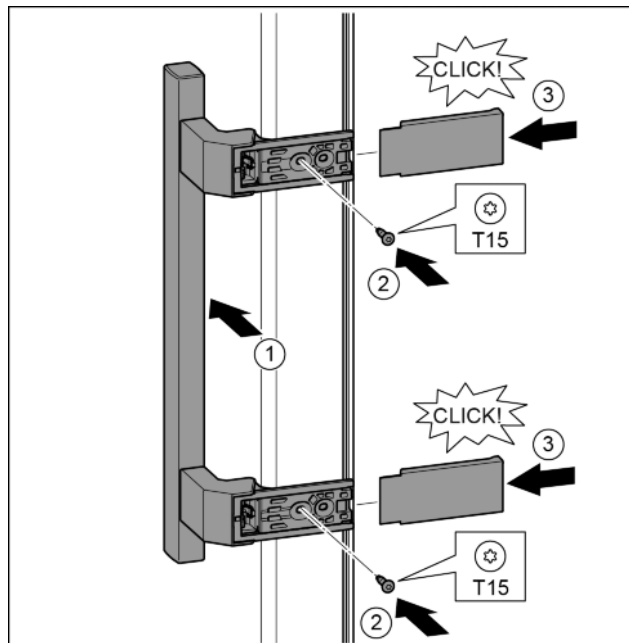

Fig. 38
- ▶ Установить ручку на противоположной стороне. Fig. 38 (1)
- ▶ Затянуть винты отверткой T15. Fig. 38 (2)
- ▶ Установить крышки сбоку и надвинуть. Fig. 38 (3)